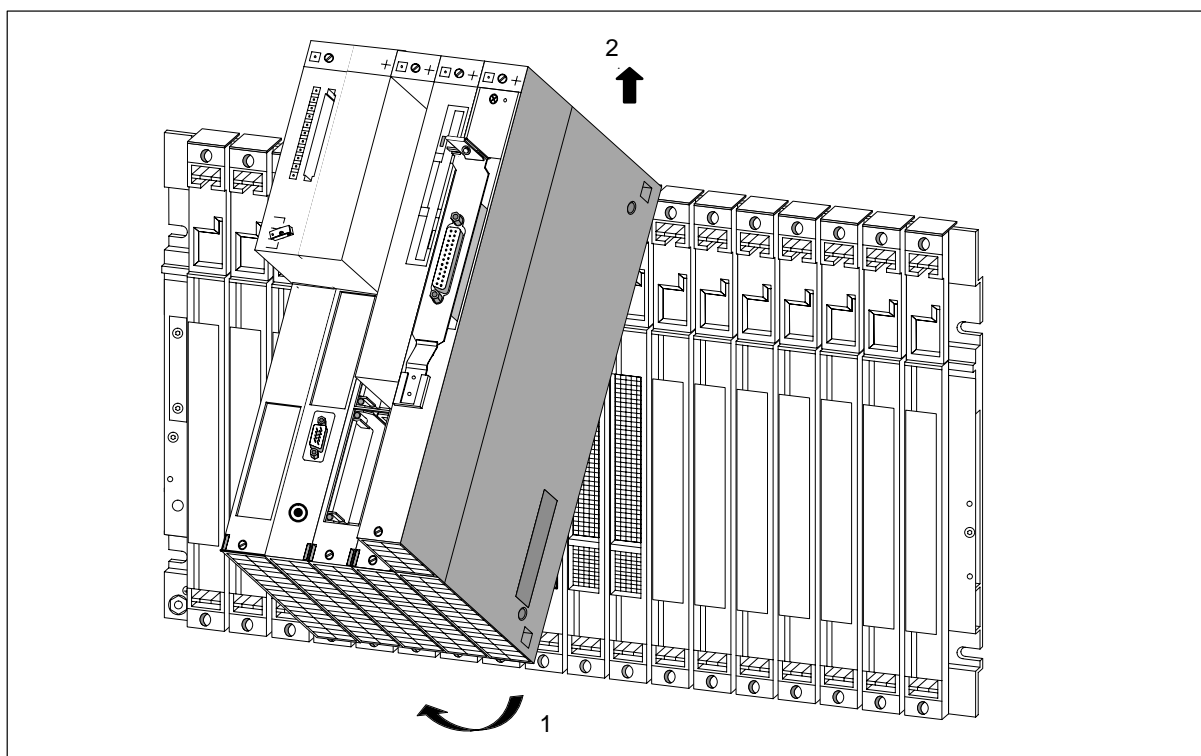

Figure 8-24 Basculement du groupe de modules et décrochage
8. Faites basculer le bas du groupe de modules vers vous pour le dégager des connecteurs du châssis, puis soulevez-le pour le décrocher du châssis (voir figure 8-24).